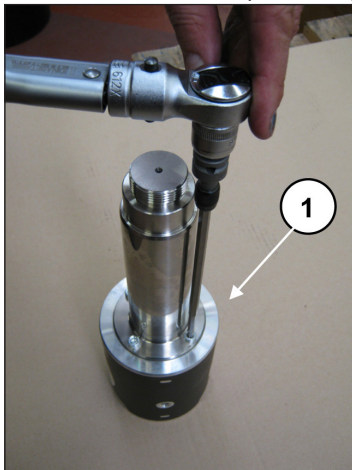

Fig. 41
Pour désassembler la tige du guide de piston, dévisser les vis à tête cylindrique M6 à l'aide d'une clé spéciale (rep. ①, Fig. 41).